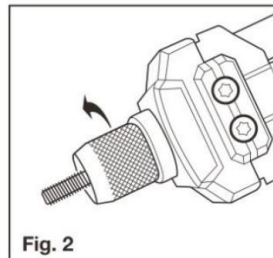

Fig. 2
3. Ta bort hylsmuttern genom att gänga den moturs. (se bild 2)